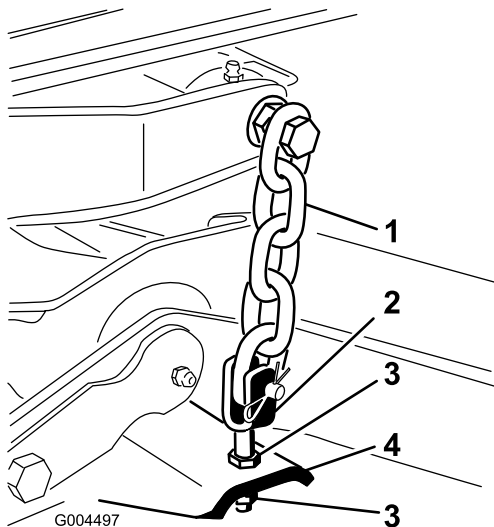

Figura 5
8. Regolate i controdadi che fissano le forcelle/catene del tosaerba al tosaerba, fino a livellare il tosaerba (Figura 5).
7. Regolate i controdadi che fissano le forcelle/catene posteriori del tosaerba (Figura 5) per sollevare la parte posteriore del tosaerba in modo che il passo sia impostato tra 8 e 11 mm.